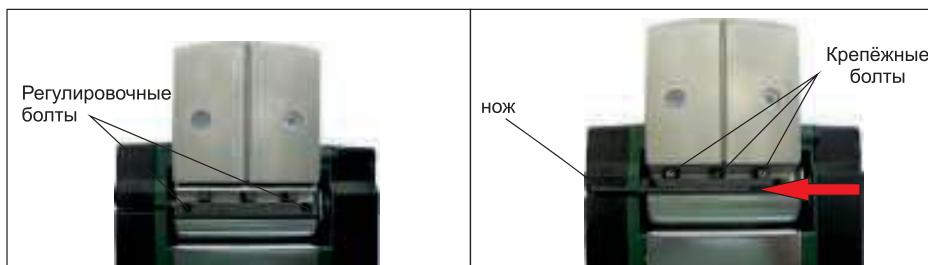

рис. 2
6.2 Для установки ножей сначала уберите все стружки или посторонние предметы, налипшие на барабан лезвия. Используйте лезвия тех же размеров и веса , в противном случае, возможна вибрация барабана, которая может вызвать плохое строгание или поломку инструмента. Установка ножей показана на рис. 2 .